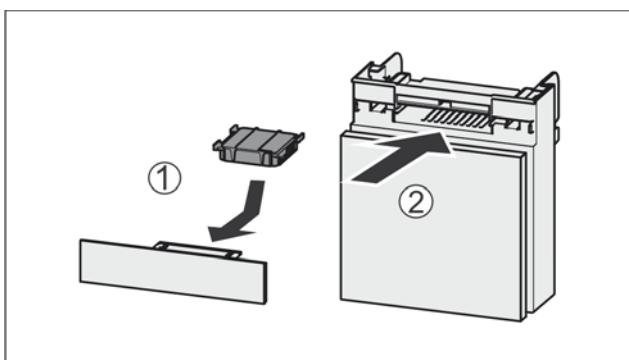

Fig. 109
- Установите фильтр с активированным углем, как показано на рисунке Fig. 109 (1).
- Вставьте отделение Fig. 109 (2).